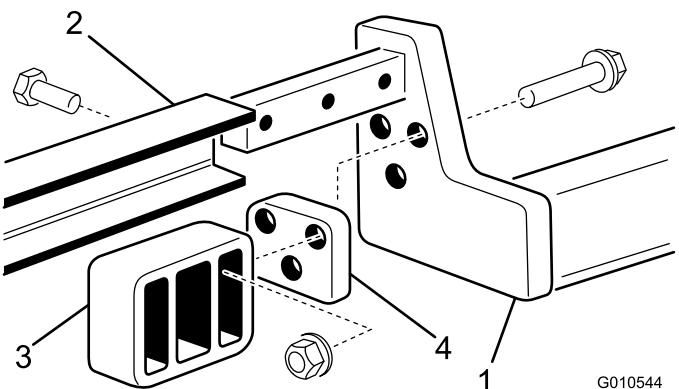

図 6
3. 各昇降アームに後クレードルを取り付ける；ボルト (3/8 x 2 インチ) 3本、スペーサ、フランジナットを使い、図 6のように取り付ける。
4. キャリアフレームを昇降アームに差し込み、取り付け穴を整列させる。キャリアフレームの左右の側を昇降アームに固定する；ボルト (1/2 x 1-1/2 インチ) 3本を使用する。ボルトを70-80 ft-lb (95-108 N·m=9.7-11.0 kg·m) にトルク締めする (図 6)。